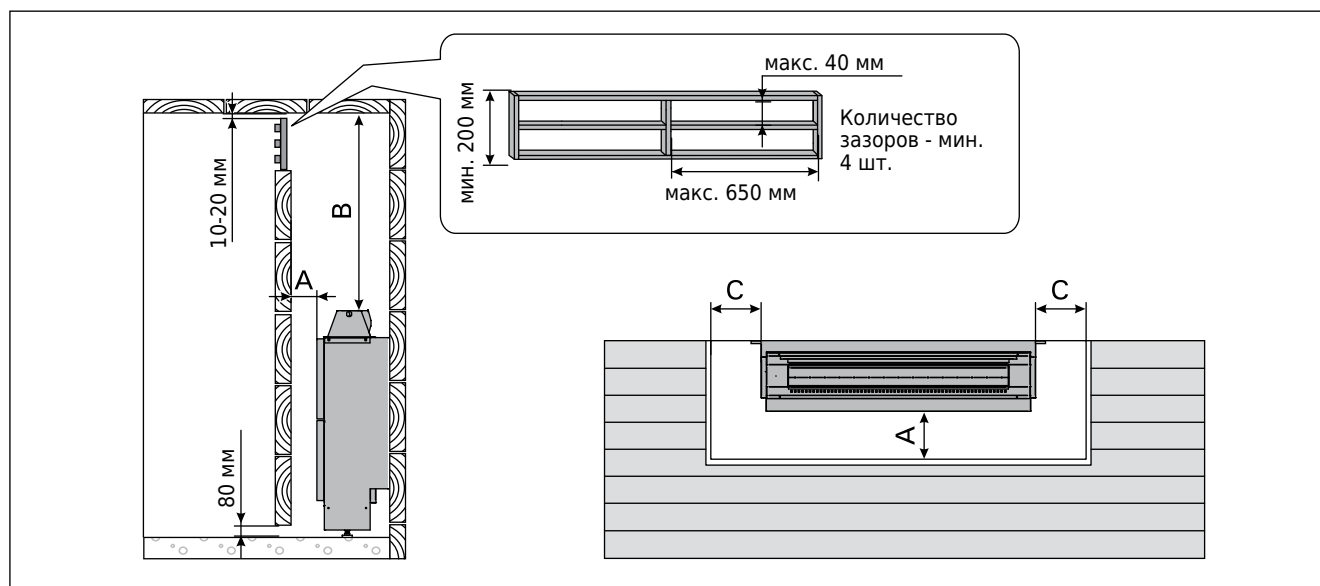

Рисунок 4. Безопасные расстояния каменки
лирование в парилке сауны и холодный воздух имел доступ к каменке. Над перегородкой следует установить решетку. Между решеткой и потолком для циркуляции воздуха оставьте щель 10-20 мм (см. рисунок 4).
- При расположении каменки выполняются условия минимальных расстояний, изображенных на рис. 4 и указанных в таблице 1.
Для предотвращения попадания горючих материалов на электрокаменку установите решетку над перегородкой, расположенной перед каменкой. См. рисунок 4.